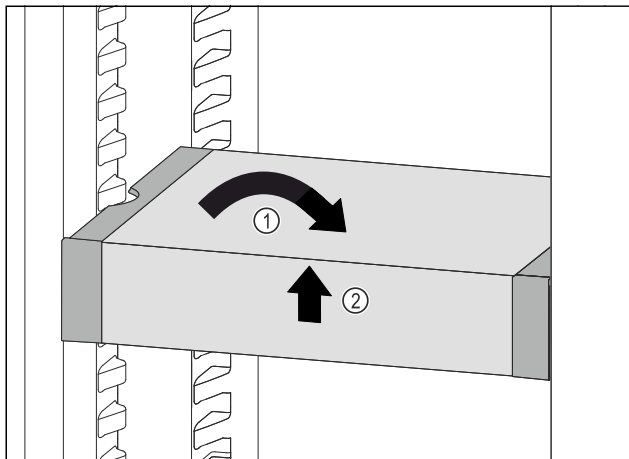

Fig. 118
- ▶ Установите VarioSafe прямо. Fig. 118 (1)
- ▶ Приподнимите VarioSafe спереди. Fig. 118 (2)